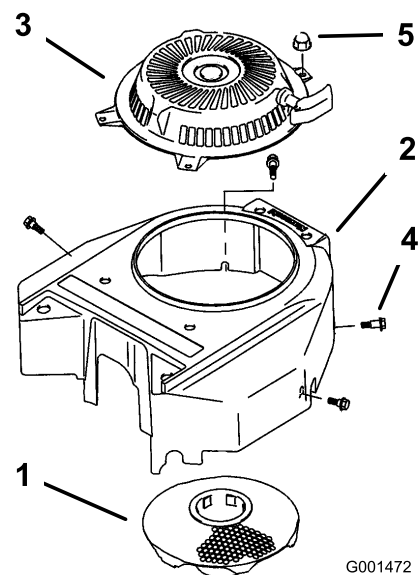

Figura 28
3. Retire la rejilla de entrada de aire, el arrancador de retroceso y la carcasa del ventilador (Figura 28).
5. Instale la rejilla de entrada de aire, el arrancador de retroceso y la carcasa del ventilador (Figura 28).